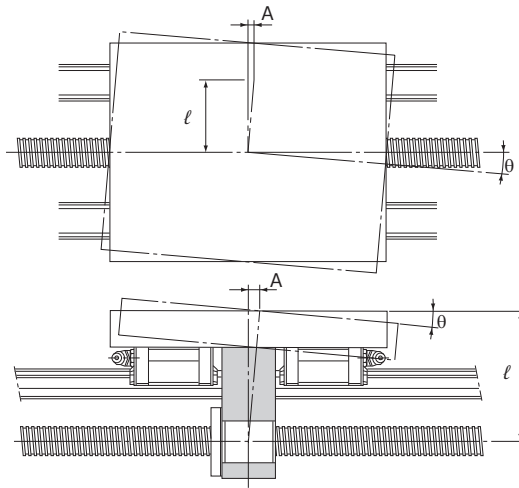

图16
- $\ell$  : 从滚珠丝杠中心的垂直(或水平)距离 (mm) (参照图16)